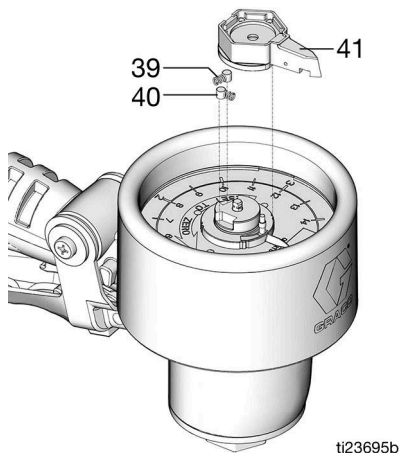

FIG. 15
3. Rimuovere il puntatore ad ago (41), le molle (39) e i perni (40) (FIG. 15).